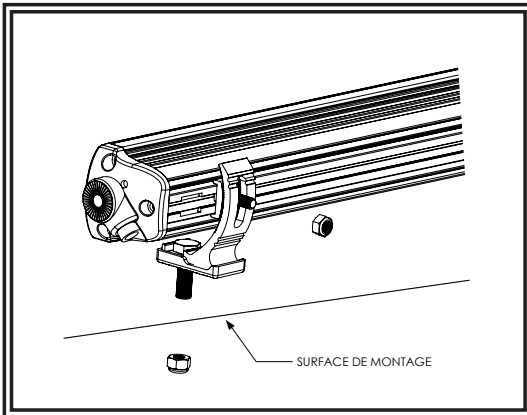

Figure 1
1. Insérer les deux petits boulons à tête hexagonale dans le canal arrière de la barre. Fixer sans serrer les supports à l'arrière de la barre, comme indiqué en FIGURE 1.
1. Setzen Sie die beiden kleineren Sechskantschrauben in den hinteren Kanal der Leiste ein. Befestigen Sie die Halterungen lose an der Rückseite der Leiste, wie in ABBILDUNG 1 dargestellt.